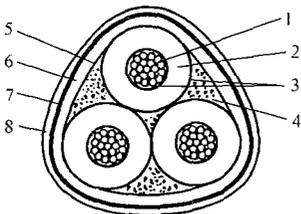

图 E-3
**Lb5E1003** 如图 E-3 所示，标出三芯交联聚乙烯电缆结构的各部分名称。